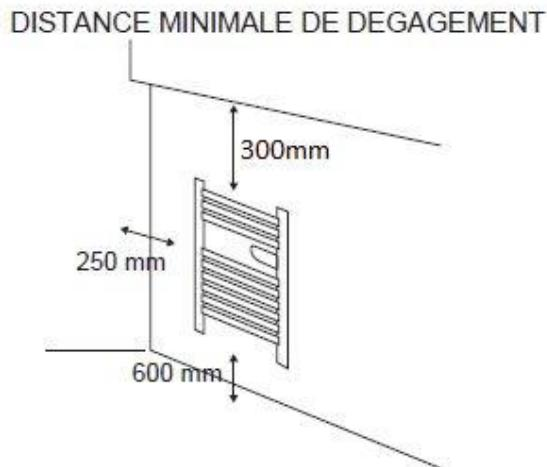

FIG 1
1. Utilisez les supports muraux fournis pour fixer l'appareil. Respectez les distances minimales d'obstacles (voir Fig 1).